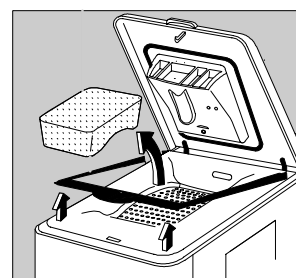

Fig. 2
- Ouvrez le couvercle de l'appareil et retirez la cale qui bloque le tambour et celle en plastique rouge. Refermez le couvercle (fig. 2).